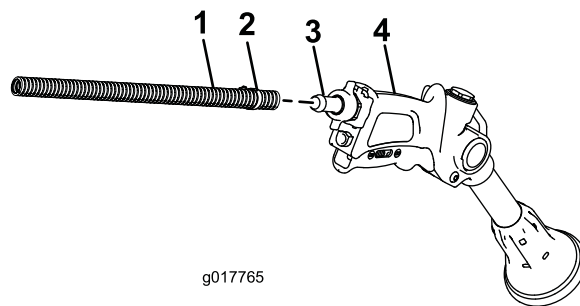

Bild 20
2. Schließen Sie das freie Ende des langen Schlauches an die Armatur an der Spritzpistole an (Bild 20).